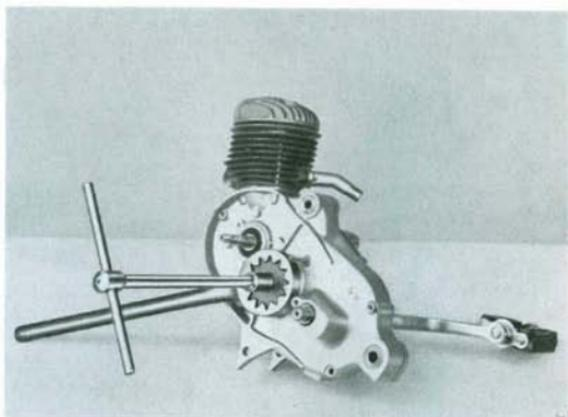

Fig. 27
N.B. - Durante l'operazione (smontaggio dado) è necessario impedire la rotazione dell'albero primario; a tale scopo adoperare l'attrezzo di fermo n° 52152 visibile nella fig. 27.